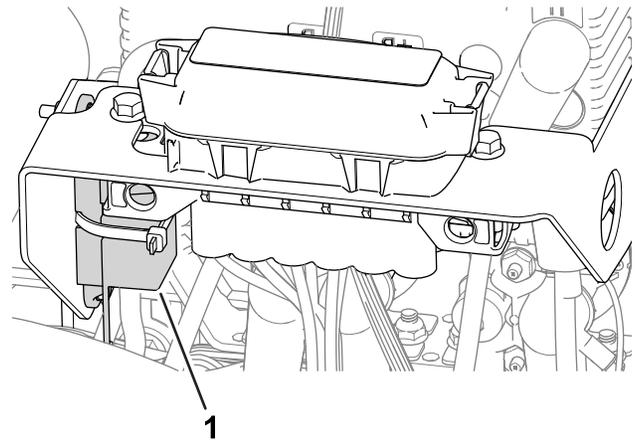

图 45
- 左车轮马达保险丝60A位于机器左侧盖板的下方靠近滚刀驱动电路保险丝图 45。